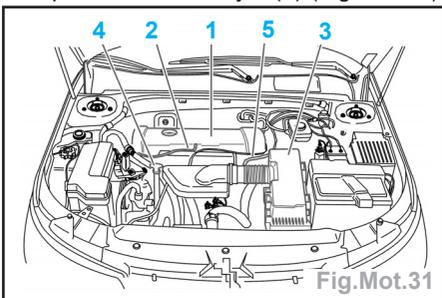

Fig.Mot.31
- Déposer le cache-style (1) (Fig.Mot.31).